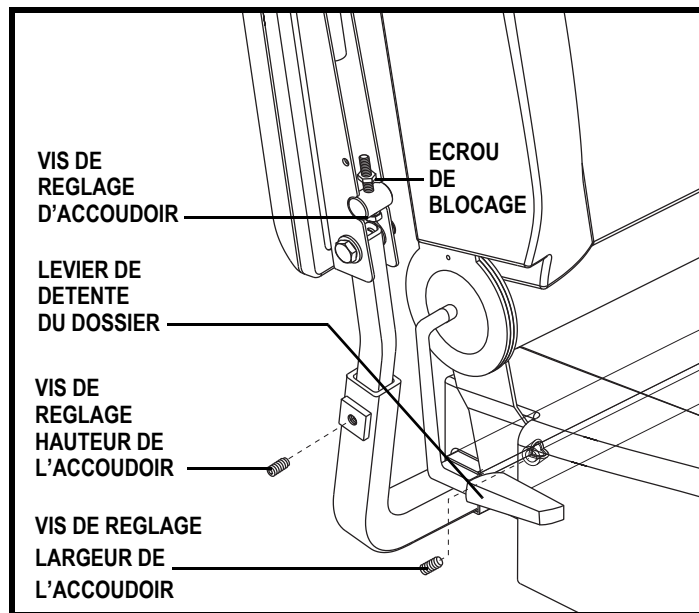

Figure 13. Réglages accoudoirs et dossier
Si votre fauteuil motorisé est équipé d'un siège à dossier inclinable, vous pouvez changer l'inclinaison du dossier. Le levier est situé sur le côté droit de la base du siège. **Voir la figure 13.**
1. Repérez les vis de réglage largeur de l'accoudoir sur le dos de chaque support d'accoudoir. **Voir la figure 13.**
1. Relevez l'accoudoir perpendiculaire au plancher. **Voir la figure 13.**
1. Desserrez la vis de réglage sur le support d'accoudoir. **Voir la figure 13.**